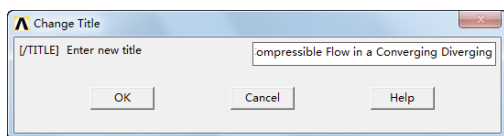

图 6-4 “Change Title”对话框
②定义工作标题：依次选择 Utility Menu→File→Change Title，会出现“Change Title”对话框，在对话框中输入工作标题“Compressible Flow in a Converging Diverging”，如图 6-4 所示，单击“OK”按钮关闭对话框。